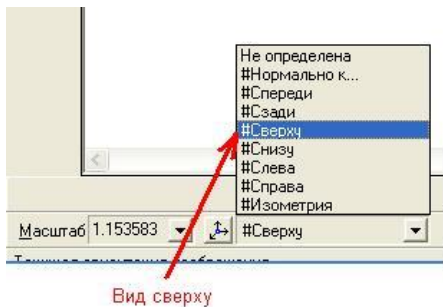

Рис. 65
6. Выбрать вид **Сверху** из списка стандартных ориентаций в **Строке текущего состояния** (Рис. 65).